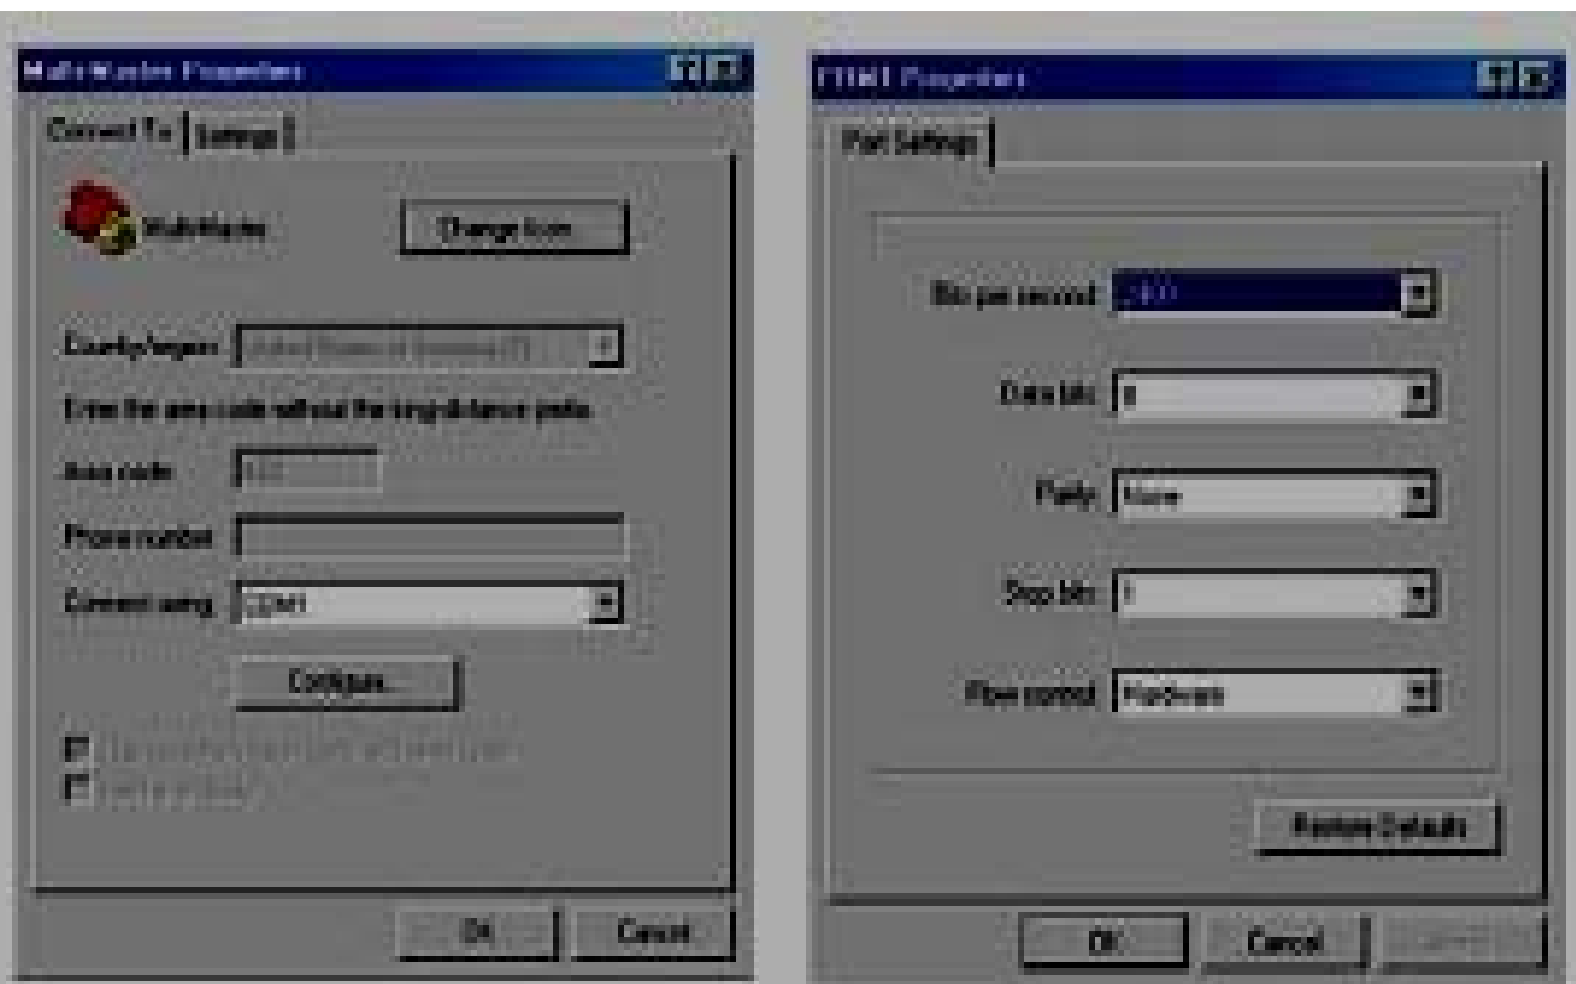

图7-38
- ◆选择**File > Properties**。在**Connect To**标签下，点击**Configure ...**按钮，通讯端口属性就会显示出来。参见图7-38。